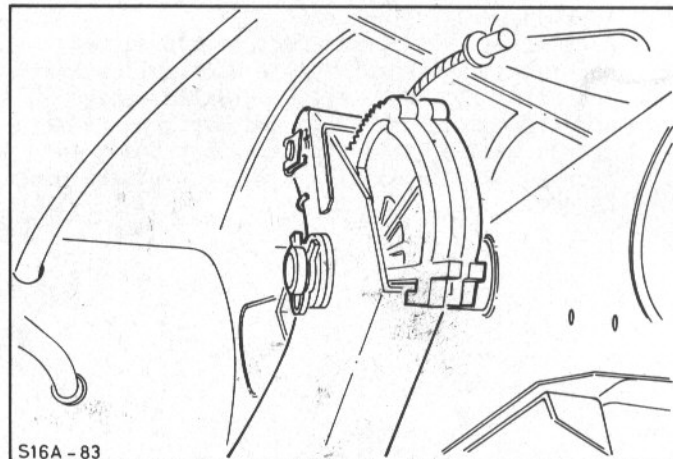

Abb.164 Kupplungsseilzug herausziehen
4. Kupplungsseilzug von Zahnsegment - Nachstellautomatik aushängen, Abb.164.